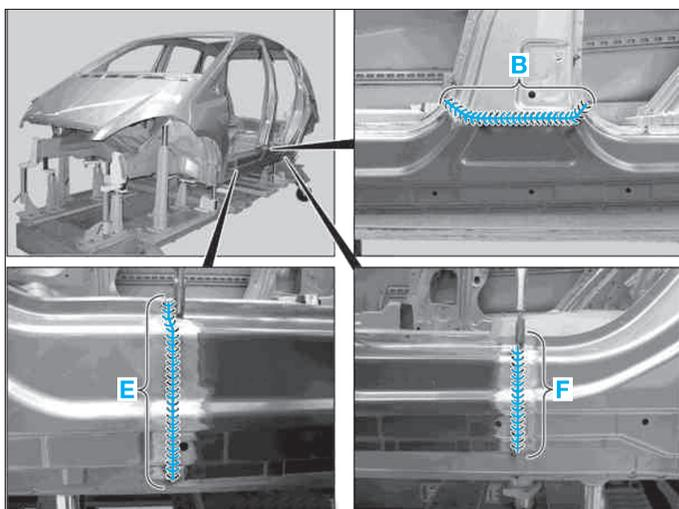

FIG. 87
- Riveter le bas de caisse (rivet Polygrip à tête plate, tête ronde de Ø 6,4 x 14 mm) dans la zone (D).
- Souder le bas de caisse, zones (B), (E) et (F) (Fig.87).